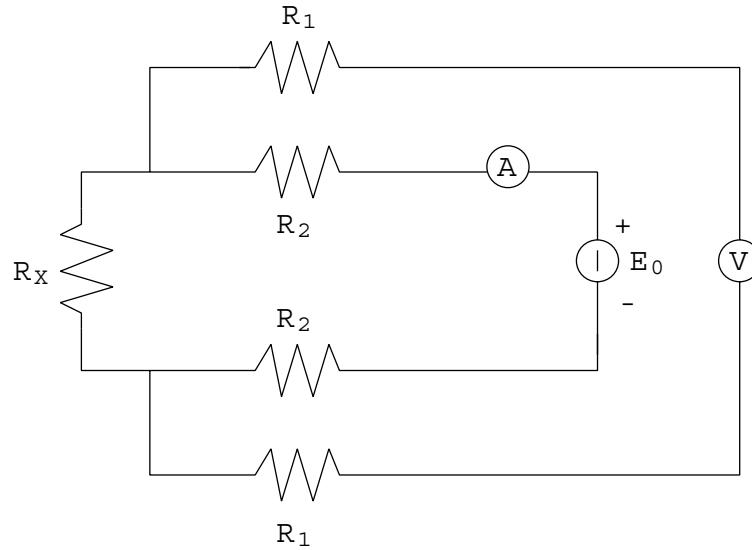

Figura 3:
15. Si consideri il circuito di misura in figura 3